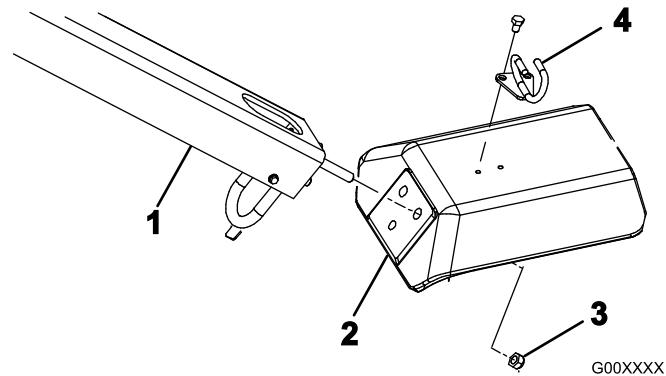

図4
- フォークの穴にハンドル取り付け用スタッドを差し込む(図4)。
- ロックナット3個と(1/2インチ)を使って、ハンドル・スタッドを固定する(図4)。
- ボルト2本のボルト(5/16 x 1/2インチ)で、ケーブル・ガイドをフォークの上に取り付ける(図4)。